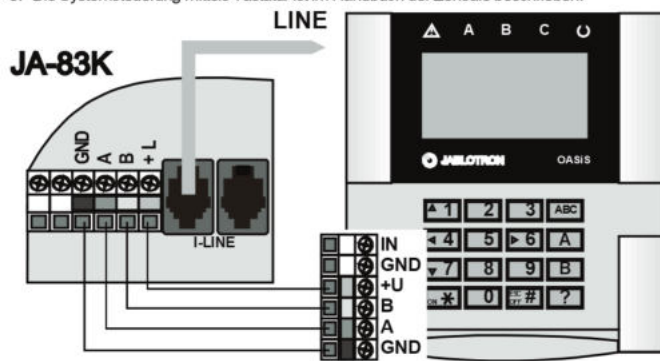

Abb. 1 Verbindung der Tastatur mit der Zentrale
- Bei der Anbringung der Tastatur an die gewünschte Stelle jeweils einen Kabel mit verdrehten Paaren verwenden (+U GND und A, B, Länge max. 100m). Es werden die gleichen Busklemmen gegenseitig (GND, A, B, +U) in der Zentrale und in der Tastatur verbunden (Abb. 1).